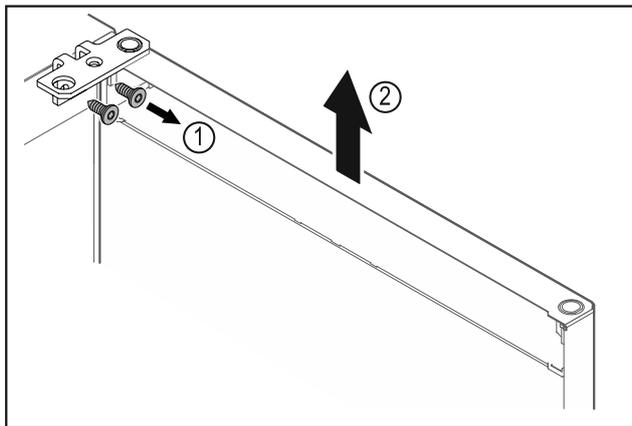

Fig. 13
- ▶ Відкрутити шарнірний кутик Fig. 13 (1).
- ▶ Дверцята з шарнірним кутиком Fig. 13 (2) приблизно на 200 мм прямо підняти вгору і зняти.